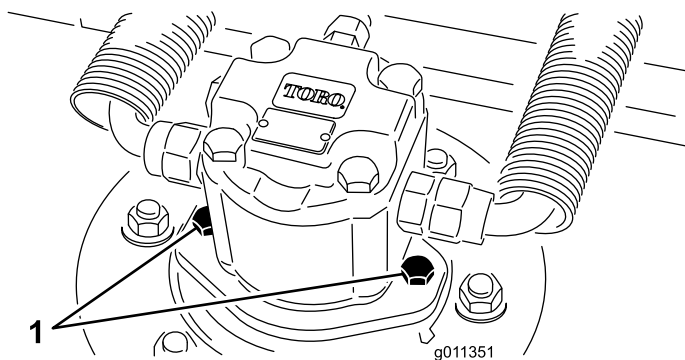

Figure 10
2. Débranchez et retirez le moteur hydraulique du plateau de coupe (Figure 10). Couvrez le dessus de l'axe pour éviter toute contamination.
4. Montez le moteur hydraulique sur le plateau de coupe (Figure 10). Vérifiez que le joint torique est en place et en bon état.